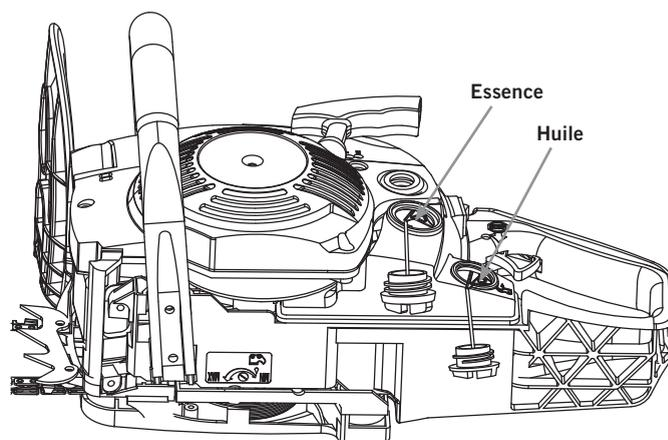

Fig. 2
2. Retirez le bouchon du réservoir (Fig. 2).